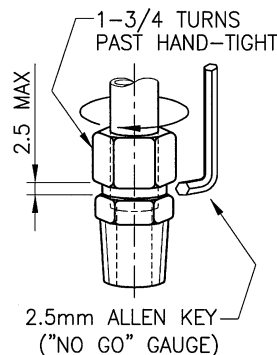

Ilustración 5
1. Apriete la tuerca situada en el conector de compresión perforado NPT de 1", como se muestra en la Ilustración 5.
5. Quite la cinta del conducto y vuelva a colocar el conector del tubo de compresión en el conducto. Apriete la tuerca del conector como se muestra en la Ilustración 5